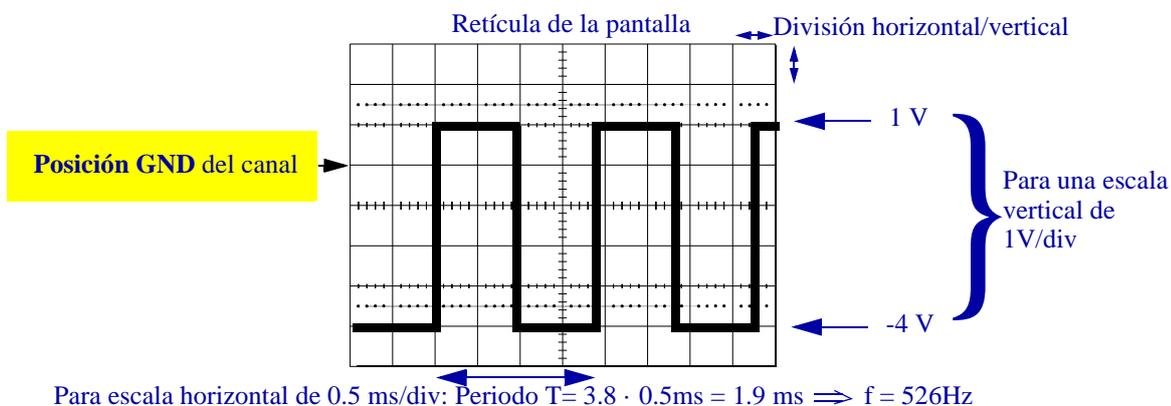

Figura 6: Ejemplo de representación de una señal cuadrada en el osciloscopio
En este modo de representación, que es el normal, se visualizan una o las dos señales de tensión que recibe por sus canales de entradas (13) a través de las puntas de las sondas. En la Figura 6 se observa un esquema de la pantalla cuando se visualiza una señal cuadrada, que usaremos como ejemplo. Como se observa, la pantalla está dividida en una retícula de cuadrados de **una división** de lado (aproximadamente un cm). En los ejes centrales, cada división se subdivide en 5 partes (0,2 división cada una) con el fin de afinar las medidas.
En el **ejemplo** de la Figura 6, la posición GND está en la primera división encima de la línea central. Como la escala es de 1 V/div y la señal oscila entre 5 divisiones verticales, su valor pico-pico es $V_{pp} = 5 \text{ V}$. Como el valor alto de la señal está 1 división por encima de GND, el valor alto de la señal es $V_H = 1 \text{ V}$ (este **no es un valor digital** apropiado para las tecnologías que usaremos). En cuanto al valor bajo, como está 4 divisiones por debajo de GND, vale $V_L = -4 \text{ V}$.